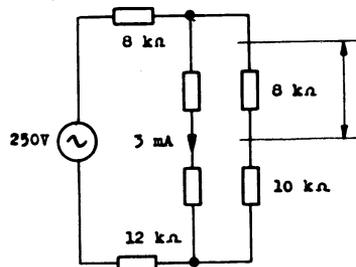

Fig. 43
43. Berechne für die Widerstandskombination der Fig.43 die Spannung U_2 .